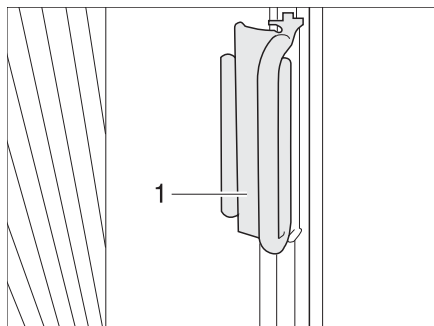

Fig. 19 Poignée du dispositif occultant plissé pour les fenêtres côté conducteur et passager
- Saisir les dispositifs occultants plissés des deux côtés du pare-brise par les poignées respectives (Figure 19,1) et les tirer prudemment vers le milieu du pare-brise jusqu'à ce que le blocage magnétique les maintienne fermés.
- Faire glisser la poignée (Figure 19,1) sur le module rapporté. Le dispositif occultant plissé est bloqué.